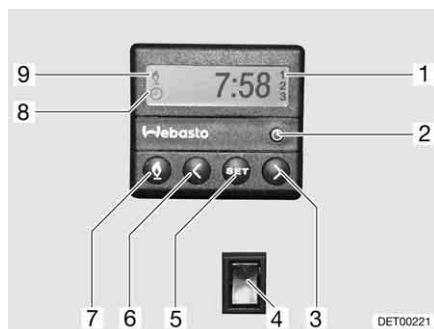

Fig. 148 Unité de commande pour le chauffage d'appoint
- Appuyer sur la touche (Fig. 148,7). Le mode chauffage est indiqué par le symbole (Fig. 148,9).
- Appuyer sur la touche (Fig. 148,7). Le symbole (Fig. 148,9) s'éteint.
- Appuyer sur le bas de l'interrupteur (Fig. 148,4). Le moteur est préchauffé.
- Appuyer sur le haut de l'interrupteur (Fig. 148,4). Le moteur reste froid.
- Appuyer sur la touche (Fig. 148,2). Le menu réglage de l'heure est indiqué par le symbole (Fig. 148,8).
- Régler l'heure avec les touches (Fig. 148,3 et 6).
- Appuyer sur la touche (Fig. 148,5).
- Régler le temps de démarrage dans les 10 secondes qui suivent avec les touches (Fig. 148,3 et 6).
- Appuyer plusieurs fois sur la touche (Fig. 148,5) jusqu'à ce que le numéro de programme désiré (Fig. 148,1) apparaisse sur l'écran.